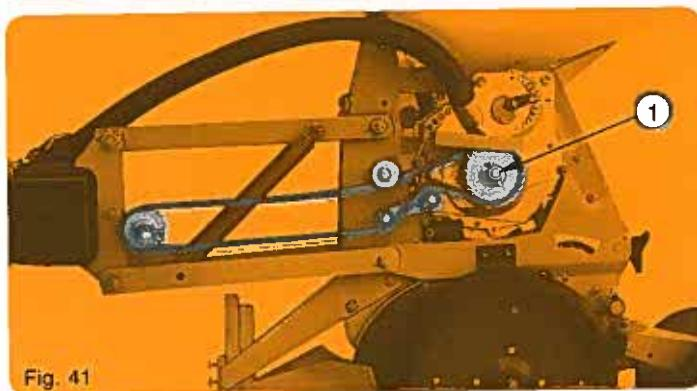

Fig. 41
Le montage de la chaîne d' entraînement s'effectue suivant la fig. 41.
Die Montage der Antriebskette erfolgt nach Abb. 41.
The drive chain is mounted as per fig. 41.
El montaje de la cadena de arrastre se efectúa según fig. 41. El desembrague individual de una elemento se hace quitando el pasador (1) (o desconectando el tubo de aspiración).